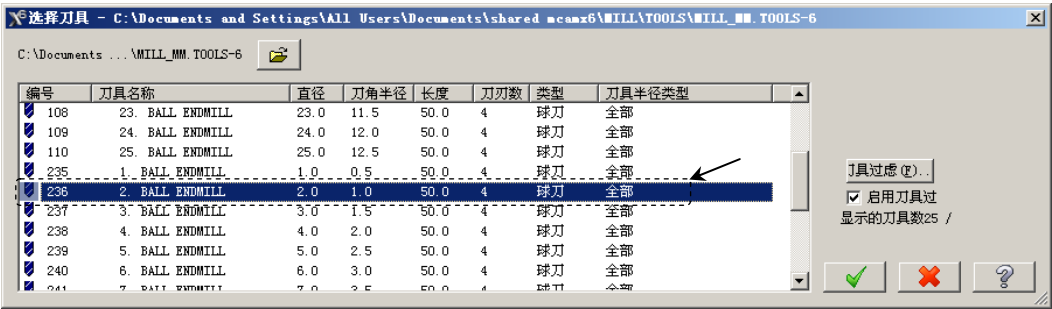

图 5.29 “选择刀具”对话框
Step4. 选择刀具。在“曲面精加工残料清角”对话框中，单击 **选择刀具...** 按钮，系统弹出图 5.29 所示的“选择刀具”对话框，在该对话框中的列表框中选择图 5.29 所示的刀具。单击 按钮，关闭“选择刀具”对话框，系统返回至“曲面精加工残料清角”对话框。
(1) 在“曲面精加工残料清角”对话框中的 **刀具路径参数** 选项卡的列表框中显示出 Step4 所选择的刀具，双击该刀具，系统弹出“定义刀具-机床群组-1”对话框。
(2) 设置刀具号码。在“定义刀具-机床群组-1”对话框中的 **刀具号码** 文本框中，将原有的数值改为 6。